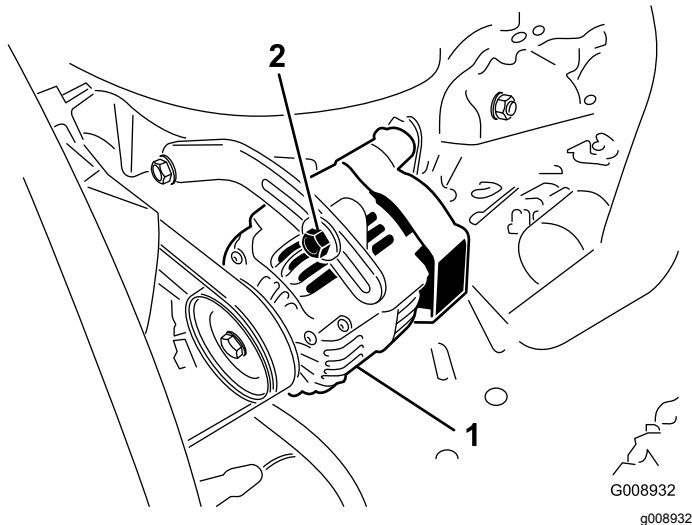

Figure 46
2. Si vous n'obtenez pas une flèche de 10 mm, desserrez les boulons de fixation de l'alternateur (Figure 46).